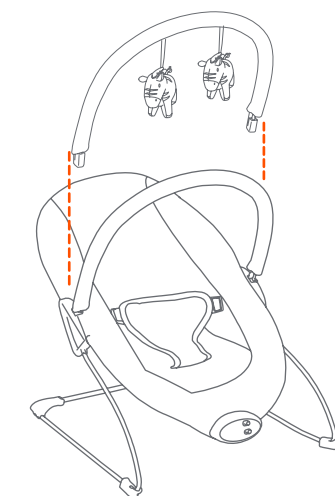
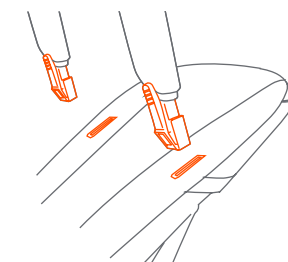

Fig. 12a
Fig. 12b
- 12) • Position the toy bar above the bouncer as shown (Fig. 12a). Insert the ends of the toy bar through the corresponding holes in the seat pad and into corresponding holes on the frame. Push in until both sides click into place. To remove, press the release clips and pull up (Fig. 12b).
- Coloque la barra de juguetes por encima del rebotador como se indica (Fig. 12a). Introduzca los extremos de la barra de juguetes en los agujeros correspondientes de la almohadilla del asiento y en los agujeros correspondientes del armazón. Empuje hasta que ambos lados hagan clic al llegar a su lugar. Para quitarlo presione los ganchos de sujeción y tire hacia arriba (Fig. 12b).
- Placez la barre à jouets au-dessus de la sauteuse, tel qu'illustré (Fig. 12a). Insérez les extrémités de la barre à jouets dans les trous correspondants dans le coussin du siège et dans les trous correspondants dans le cadre. Poussez jusqu'à ce que les deux côtés s'enclenchent. Pour retirer, appuyez sur les pinces de déclenchement et tirez (Fig. 12b).